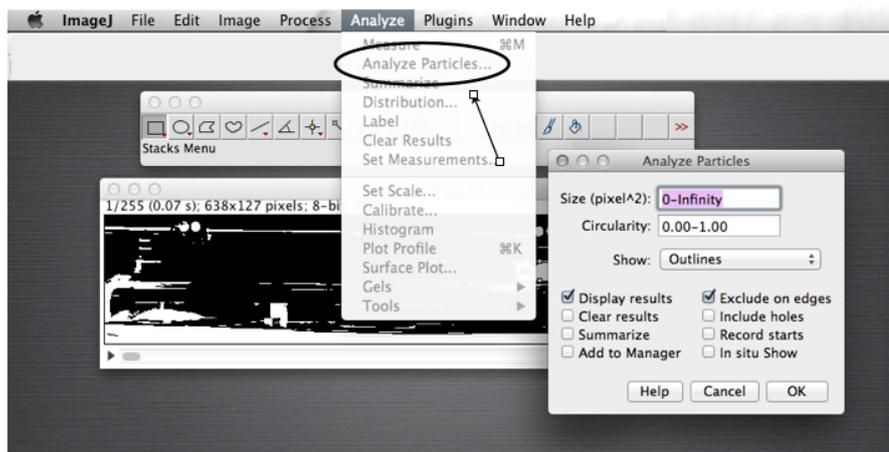

Figura E.13: ImageJ: configurações finais para a análise do movimento do carrinho.
10. Finalmente, devemos indicar ao programa que realize a análise da imagem. Para isto, escolha a opção “Analyze”no menu principal e logo “Analyze Particles”como mostrado na Figura E.13. Uma janela será aberta e nessa janela selecione as opções: “Show Outlines”, “Display results”e “Exclude on edges”. Escolha o tamanho “Size” começando por um valor perto de zero mas que não seja zero. Propomos: 10-infinity. Clique no OK e uma tabela com os resultados será mostrada com três colunas, o “frame”e as posições  $X$  e  $Y$  do carrinho.